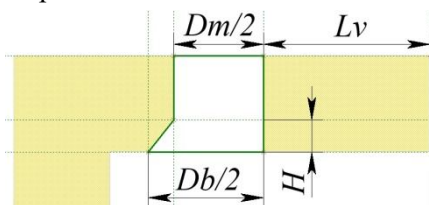

Рис. 3.4 – 3D профиль прорези под клапан
3.3.2 Начертите 3D профиль  отверстия под клапан в гильзе на плоскости «Вид спереди», как показано на рис. 3.4. Создайте 3D узел  в верхней правой точке.